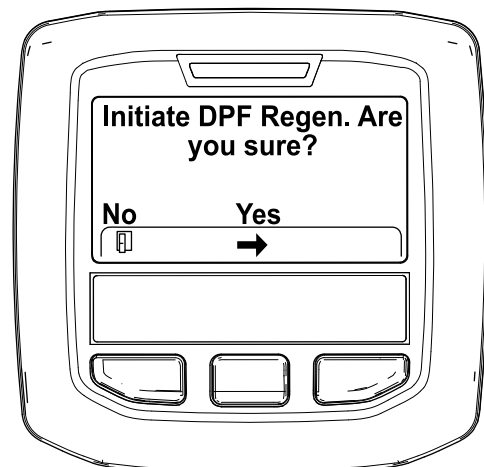

Figura 51
- Quando surgir a mensagem "Initiate DPF Regen. Are you sure?" (Iniciar Regen. DPF. Tem a certeza?), prima o botão central (Figura 51).